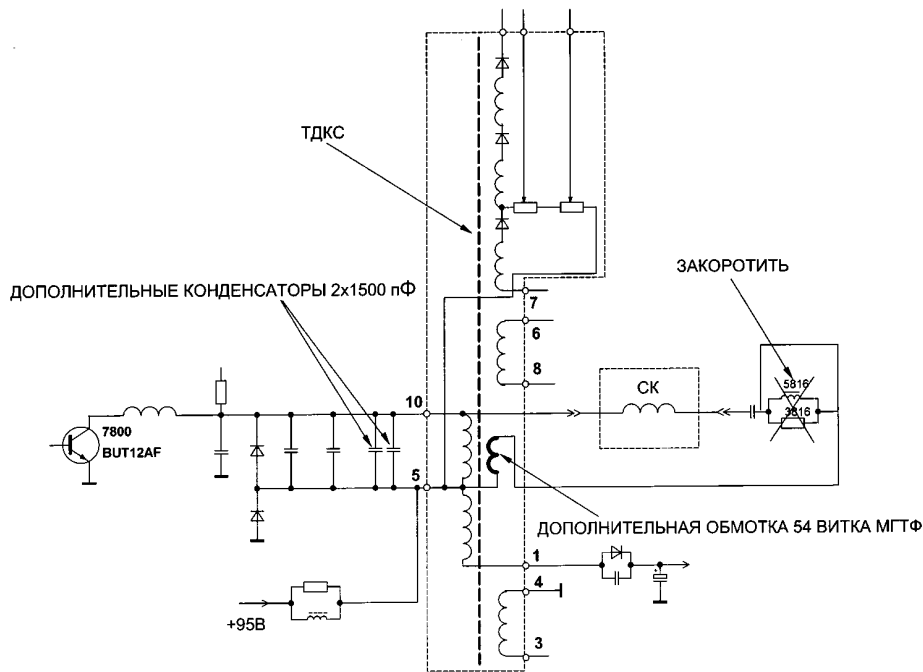

рис.2
2. Установить параллельно резистору 3728 (2,2 Ом) резистор типа МЛТ0,5 номиналом 4,3 Ом. Эта мера приводит к дальнейшему увеличению размера по вертикали (фрагмент оригинальной принципиальной схемы кадровой развертки этого телевизора показан на рис.2).